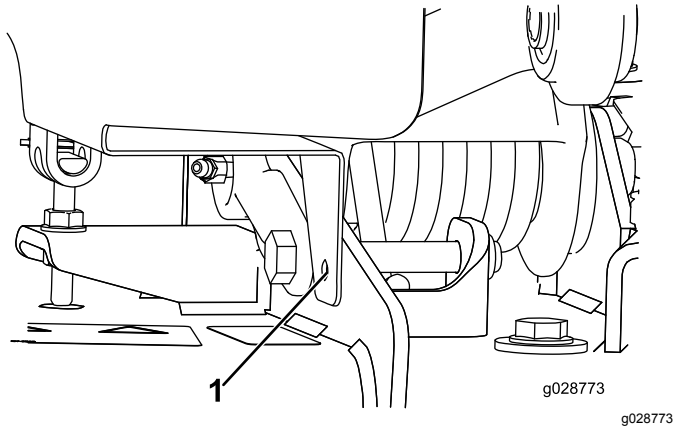
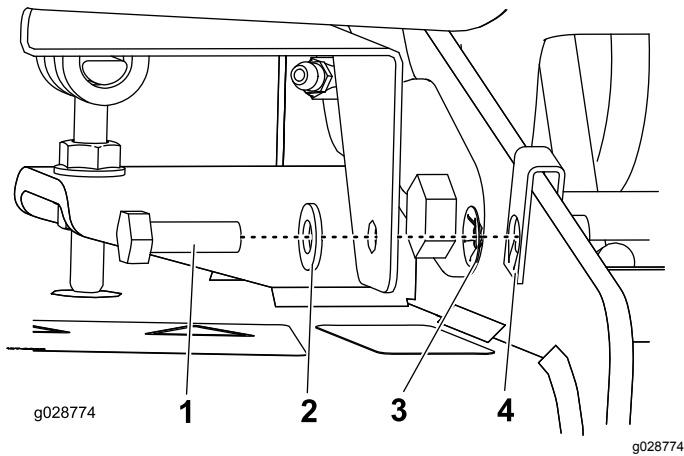

Figura 13
Figura 14
Nota: Tiene que perforar un taladro en el bastidor de la carcass para instalar el perno inferior y la tuerca de retención. Consulte Figura 13 y Figura 14.
3. Marque el centro del taladro de la pestaña inferior de la parte delantera de la cubierta, retire la cubierta y perfore un taladro de 1,12 cm (0,44 pulg.) (Figura 13).
4. Fije la cubierta con los herrajes suministrados (Figura 14).